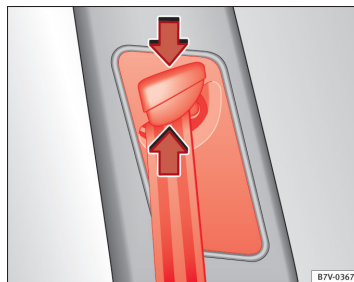

Fig. 15 Ved siden af forsæderne: selehøjdeindstilling
- Tryk vendebeslaget sammen i pilens retning, og hold det der ⇒ Fig. 15.